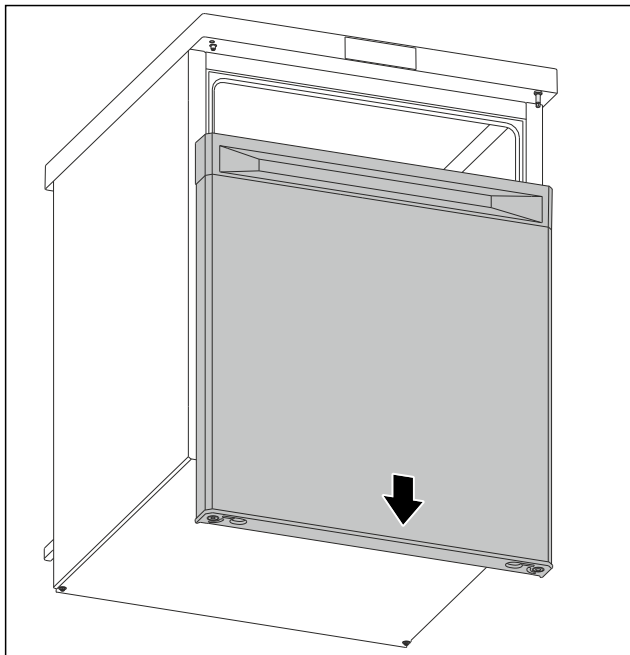

Fig. 6
- ▶ Снимите дверь движением вниз. (см. Fig. 6)